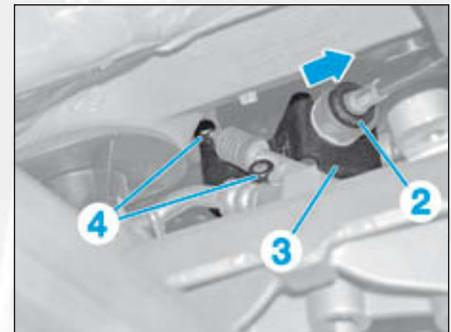

FIG.15
- Pousser dans le sens de la flèche pour déverrouiller l'arrêt de gaine (2) de son support (3) de maintien du câble de passage de vitesses (Fig.15).
- Désaccoupler les rotules (4) du câble de sélection de vitesses.